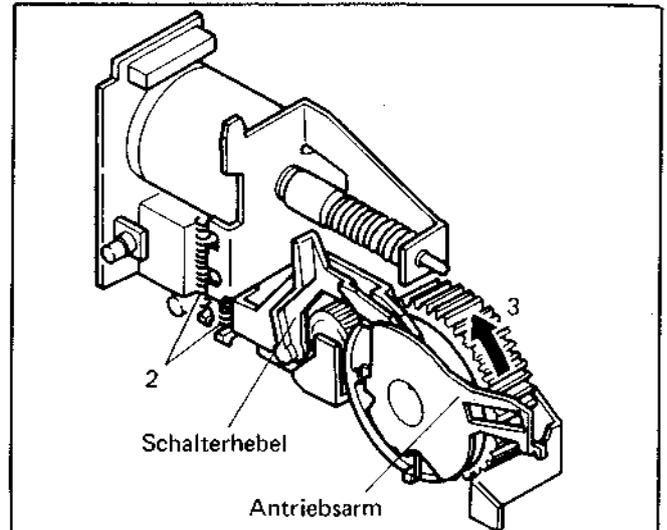

Abb. 9 Antriebszahnrad (I)
9. Antriebszahnrad (R) (Abb. 9, 10 und 11)